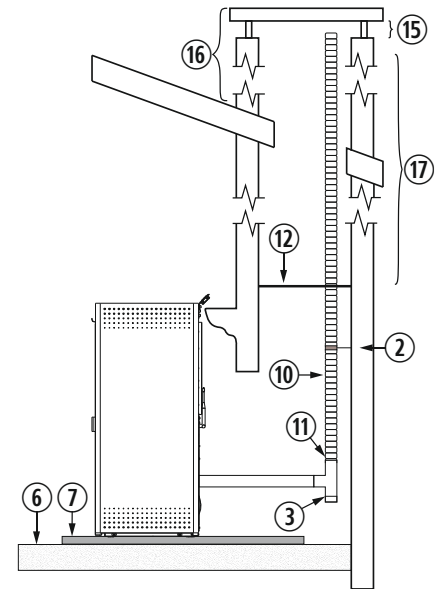

Abbildung 11
4.28. Die Verlegung in einem gemauerten Schornstein kann komplett mit Flexrohr ausgeführt werden, siehe *Abbildung 11*. Besondere Aufmerksamkeit ist der Abdichtung zwischen Schornstein und Abgasrohr zu schenken, um zu vermeiden, dass die Rauchgase bei Gewitter zurückströmen.
②	Edelstahl-Halteschelle
③	90°-T-Stück mit Öffnung
⑥	Holzboden
⑦	Nicht brennbare Bodenschutzabdeckung
⑩	Flexibles Edelstahlrohr
⑪	Verbindungsstück für flexibles auf starres Rohr
⑫	Anti-Rückstrom-Abdichtung
⑮	Mindestens 200 mm
⑯	Muss 1 Meter über das Dach hinausragen.
⑰	Bei über 8m Länge, ist der nächst größere Rohrdurchmesser zu verwenden.